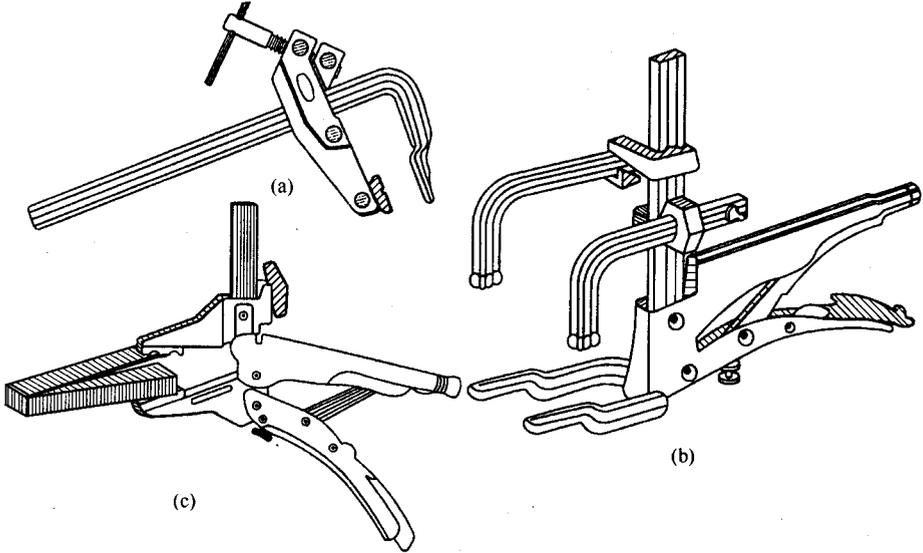
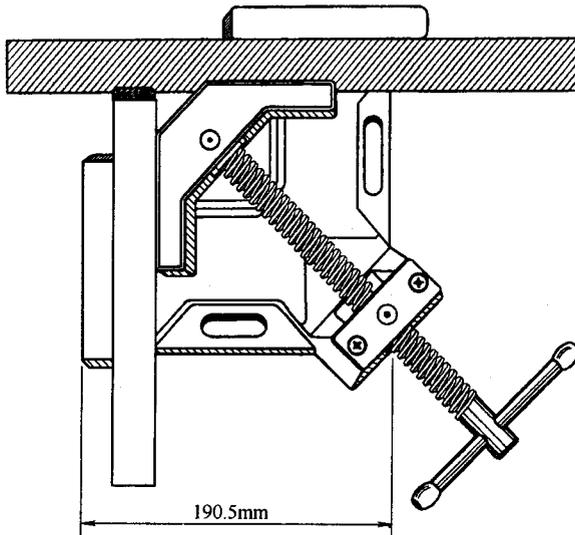

图 1-6 Bessy 大工件用焊接夹具
图 1-7 Bessy 焊接用直角夹具
答: ① Bessy 焊接夹具和夹钳 使用方便灵活, 可保持被焊工件定位成直角, 如图 1-6 和图 1-7 所示。